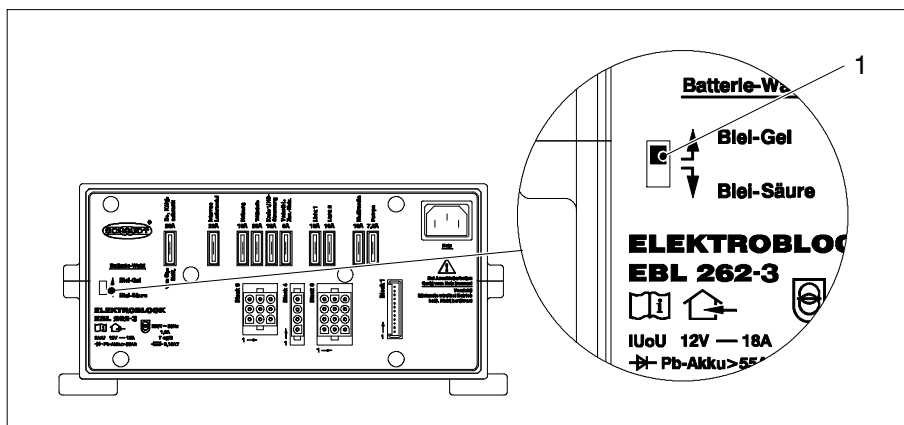

Bild 1 Batterie-Wahlschalter
- Den Batterie-Wahlschalter (Abb. 1, Pos. 1) mit einem dünnen Gegenstand (z. B. Kugelschreiber) in die entsprechende Position bringen: